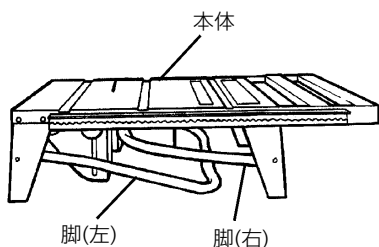

図 13
- (1) 工場出荷時には脚(左)、(右)を図 13 のように折りたたんであります。本体を傾斜のない平坦な場所へ置きます。